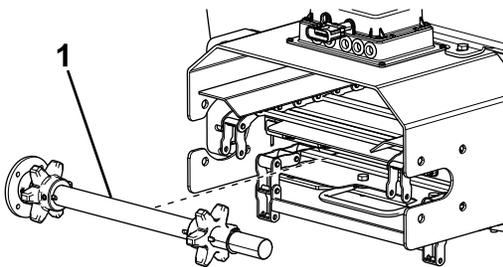

Figure 17
14. Déposez et mettez au rebut l'arbre d'entraînement (Figure 17).